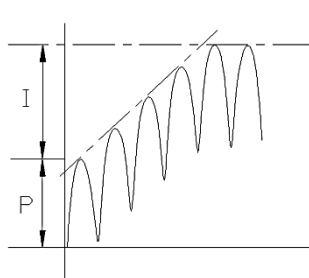

Bild 1:
- optimale Einstellung (Bild 1)